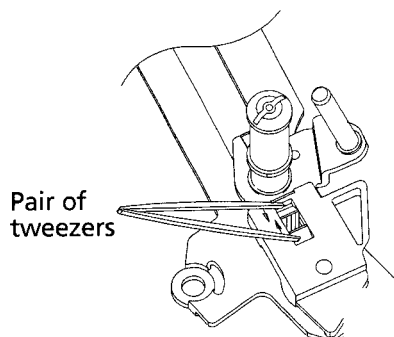

Fig. 14
- Compress the 2 snap hooks by means of a pair of tweezers, and remove the roller unit right (fig. 14).
- Unhinge the loading arm right pos. 9525 from the holding plate, and push the latter towards the front to remove it from the guide.
- Die beiden Schnapphaken mit Hilfe einer Pinzette zusammen-drücken und die rechte Rolleneinheit entfernen (Abb. 14).
- Comprimer les 2 sauterelles à l'aide d'une pincette, puis déposer le rouleau de guidage droit (fig. 14).
- Unhook the tension arm spring pos. 9511.
- At the bottom side remove the tension lever pos. 95112.
- Compress the 2 snap hooks by means of a pair of tweezers, and remove the roller unit left (fig. 14).
- Die beiden Schnapphaken mit Hilfe einer Pinzette zusammendrücken und die linke Rolleneinheit entfernen (Abb. 14).
- Comprimer les 2 sauterelles à l'aide d'une pincette, puis déposer le rouleau de guidage gauche (fig. 14).